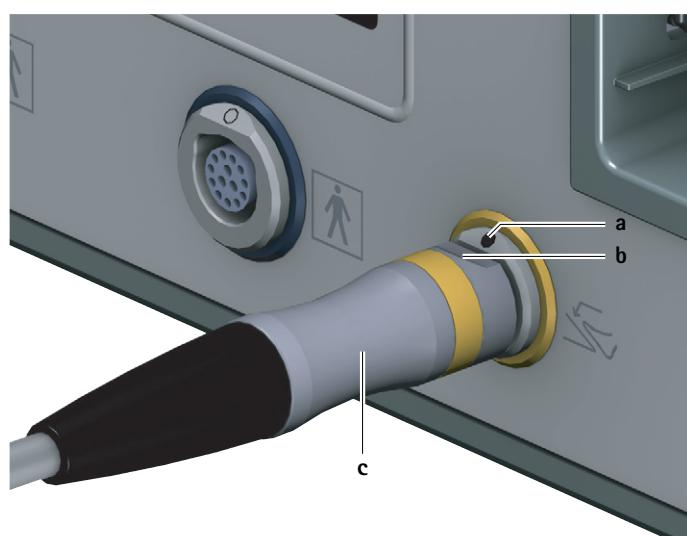

Fig. 2 Collegamento del comando a pedale
- Orientare il connettore del comando a pedale c in modo che la marcatura b del connettore coincida con quella a presente sulla presa di collegamento del comando a pedale 6, vedere Fig. 2.
- ▶ Tirare il connettore del comando a pedale **c** dalla presa di collegamento del comando a pedale **6**, vedere Fig. 2.